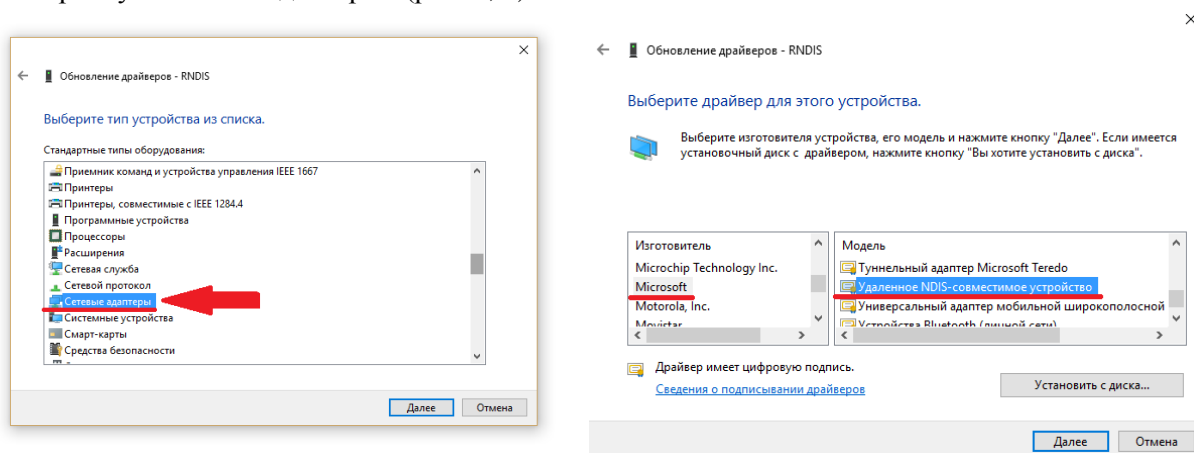

Рис. 8. Установка сетевого адаптера: а – выбор из списка, б – установка как «удаленное NDIS-совместимое устройство»
4. Затем кликаем по «Выбрать драйвер из списка...» (рис. 8, б) и в появившемся списке ищем строчку «Сетевые адаптеры» (рис. 8, а):